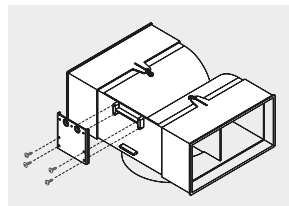

Figura 4
- Instale el soporte del deflector usando 4 tornillos ST 4.2X10, como se muestra en la (figura 4).